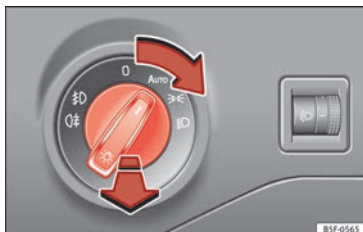

Fig. 35 Planche de bord : commande des feux.
- Tournez l'interrupteur dans la position désirée » » fig. 35.